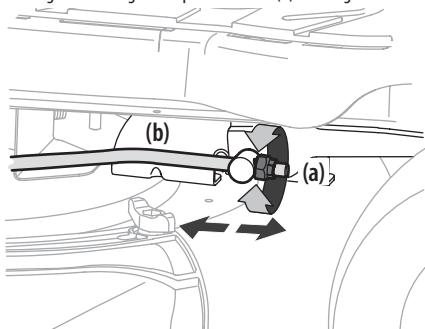

Figure 27
3. Repérez l'écrou autobloquant à bride (a) sur la partie avant de la tige de relevage de la prise de force (b). Voir Figure 27.